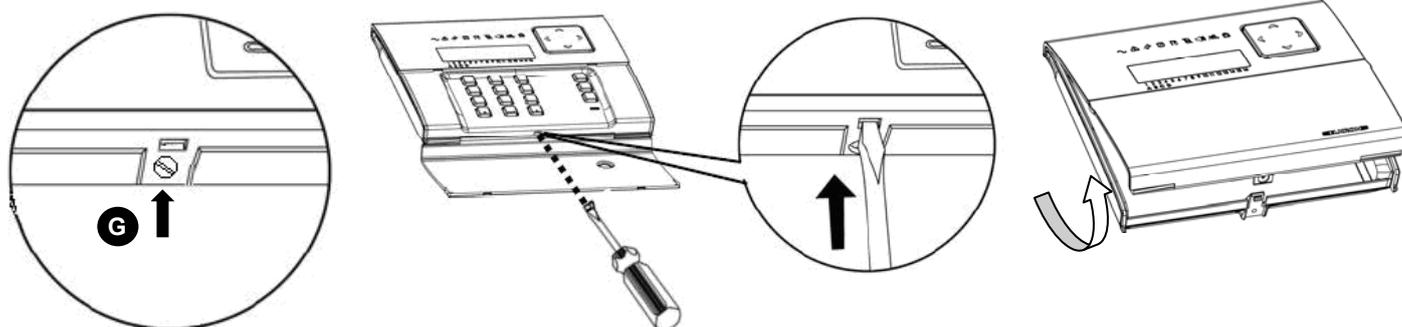

Figure 49 - Ouverture du clavier
1. Fermer le clavier à l'aide de la vis fournie *Figure 49 - (G)*.